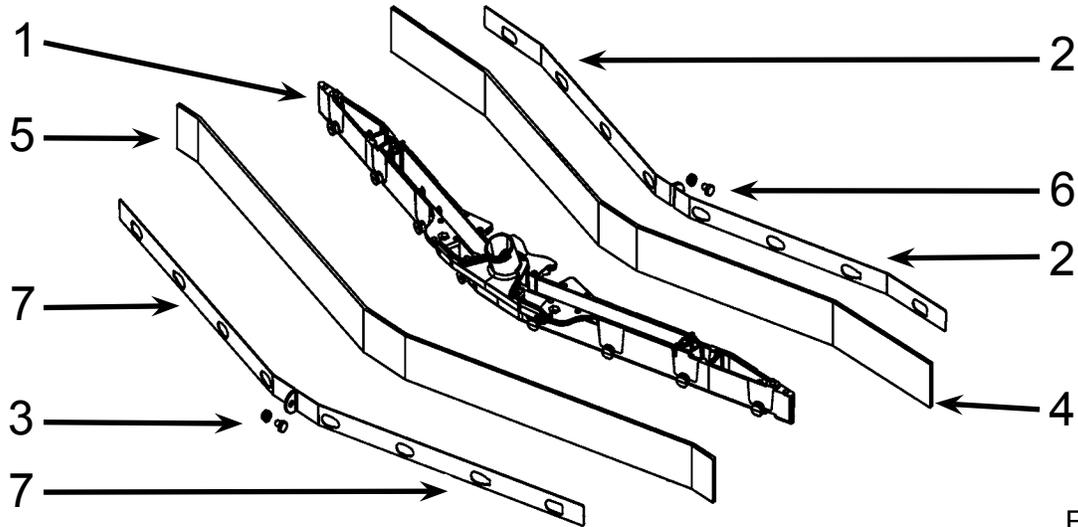

Fig. 12
- À l'aide d'une clé, dévisser le boulon (fig. 12, rep. 3 ou 6);
- Enlever les deux serre-lame (fig. 12, rep. 2 ou 7). Pour cela, les pousser vers l'extérieur du corps de la raclette (fig. 12, rep. 1), puis les retirer;
- Retirer la lame (fig. 12, rep. 4 ou 5);
- Remonter la même lame en inversant la partie en contact avec le sol jusqu'à user les quatre côtés, ou bien monter une nouvelle lame en l'encastant dans les vis du corps de la raclette (fig. 12, rep. 1);
- Remettre en place les deux presse-lame (fig. 12, rep. 2 ou 7), en faisant coïncider les fentes avec les vis de fixation du corps de la raclette (fig. 12, rep. 1) et en poussant les presse-lame vers l'intérieur de la raclette;
- Visser le boulon (fig. 12, rep 3 ou 6).